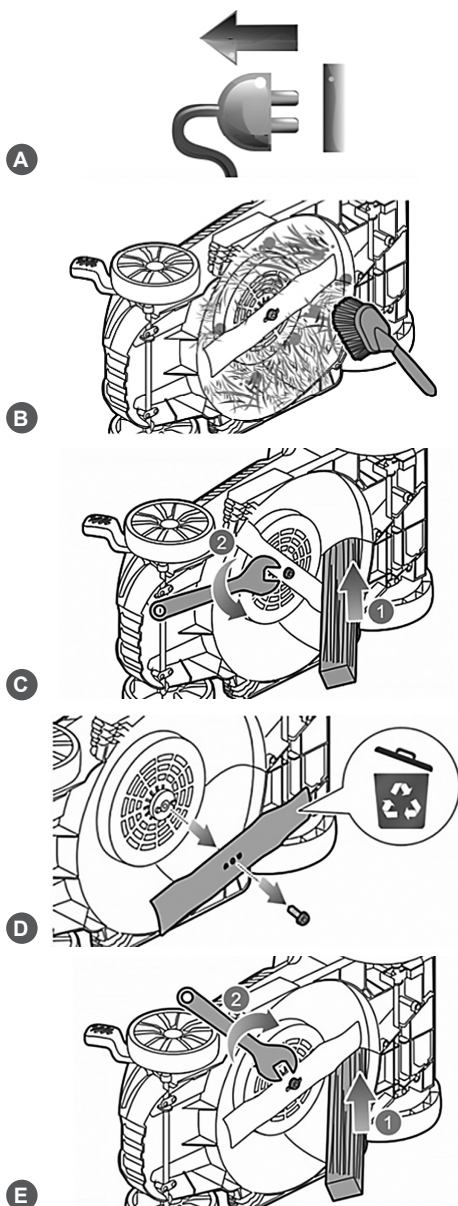

Рис. 21 Замена ножа
2. Возьмите одной рукой нож и крепко держите, или установите деревянный брусок 1 и зафиксируйте нож от проворачивания (Рис. 21).
3. Установите гаечный ключ 2 (в комплектность не входит) и открутите против часовой стрелки болт крепления ножа (Рис. 21).
5. Установите новый нож на адаптер 2 (Рис. 21) так, чтобы:
6. Возьмите одной рукой нож и крепко держите, или установите деревянный брусок 1 и зафиксируйте нож от проворачивания (Рис. 21).